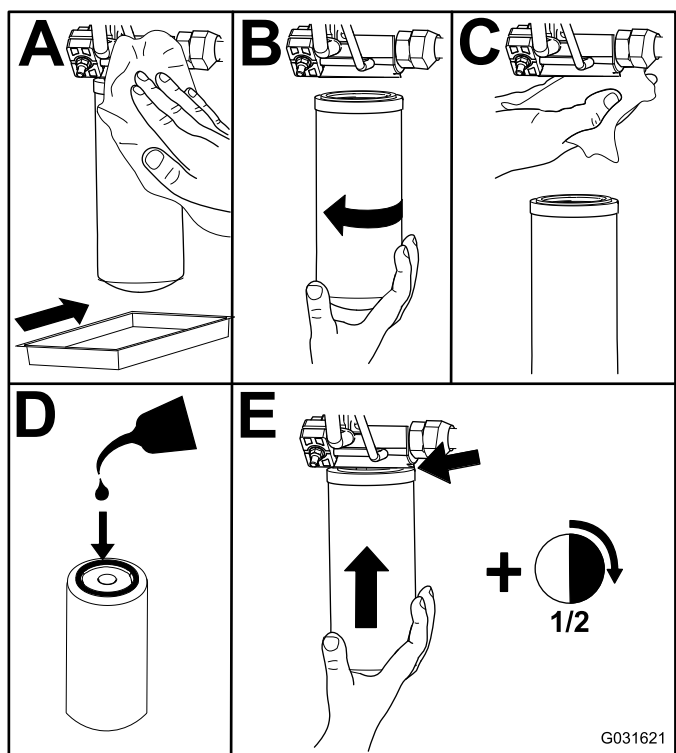

Figura 106
2. Cambie los filtros hidráulicos (Figura 106).